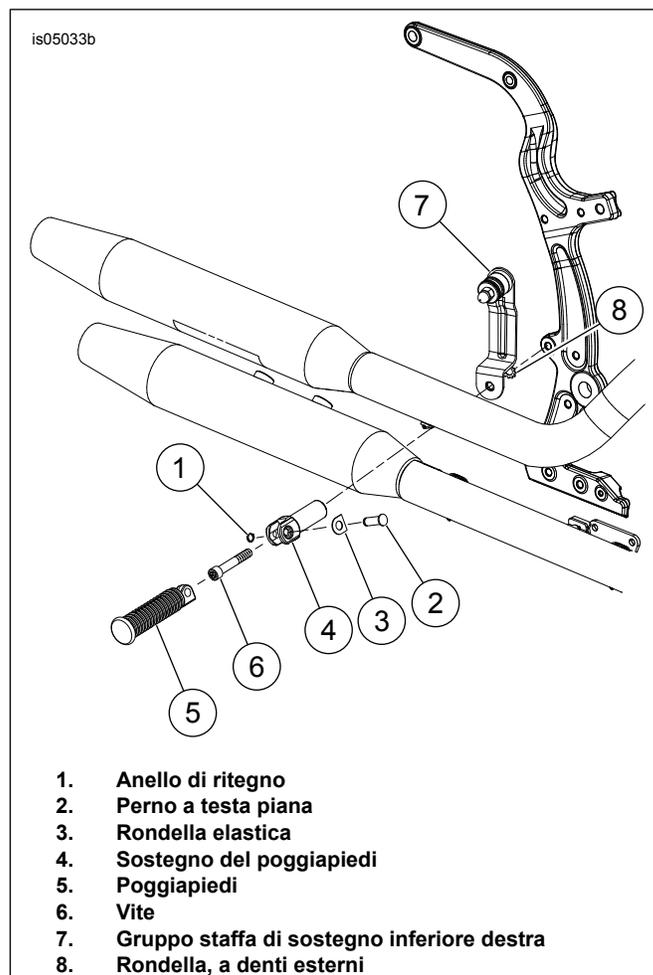
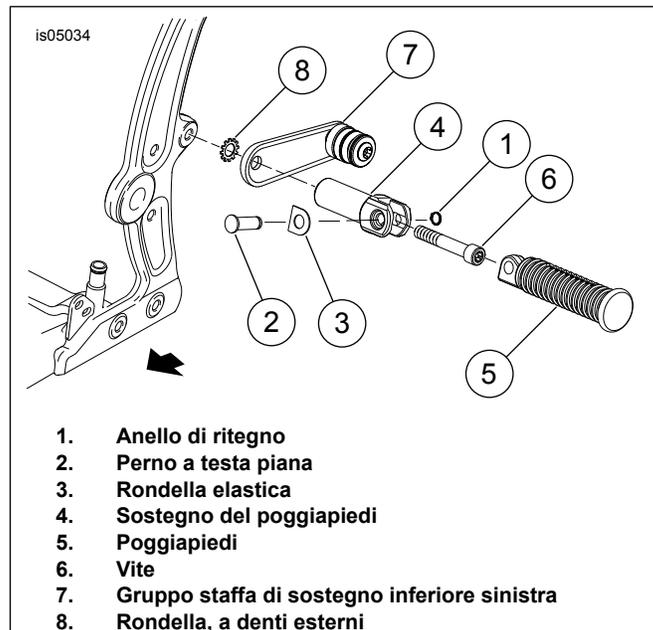

Figura 4. Gruppo staffa di sostegno inferiore destra
Figura 5. Gruppo staffa di sostegno inferiore sinistra
1. Vedere Figura 4. Sul lato destro della motocicletta, rimuovere il poggiatesta del passeggero (5), l'anello di ritengo (1), il perno a testa piana (2) e la rondella elastica (3).
2. Staccare dal telaio la vite (6) e il sostegno del poggiatesta (4) e collocare il sostegno inferiore destro e la rondella di sicurezza sulla linguetta del poggiatesta sul telaio. Applicare Loctite e installare il sostegno del poggiatesta e la vite. Serrare la vite in modo che se necessario sia possibile riposizionare la staffa. Non installare il poggiatesta in questo momento.
3. Vedere Figura 5. Sul lato sinistro della motocicletta ripetere le operazioni di rimozione del poggiatesta e installare il sostegno sinistro puntandolo verso la parte posteriore della motocicletta. Serrare la vite (6) in modo che se necessario sia possibile riposizionare la staffa.